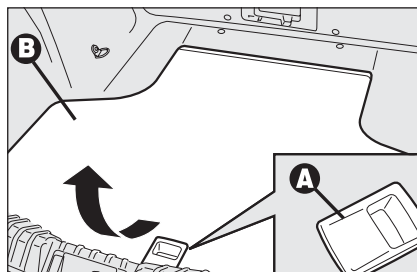
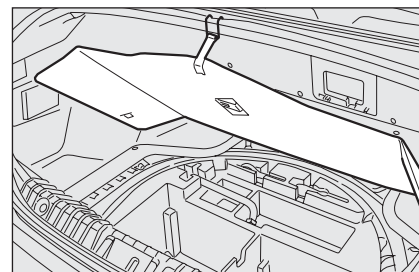

fig. 2
fig. 3
- mediante la maniglia **A-fig. 2**, sollevare il rivestimento rigido **B** ed agganciarlo come illustrato in **fig. 3**;